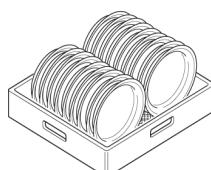

Fig.34
- Sistemare i piatti rivolti frontalmente. (Fig.34)